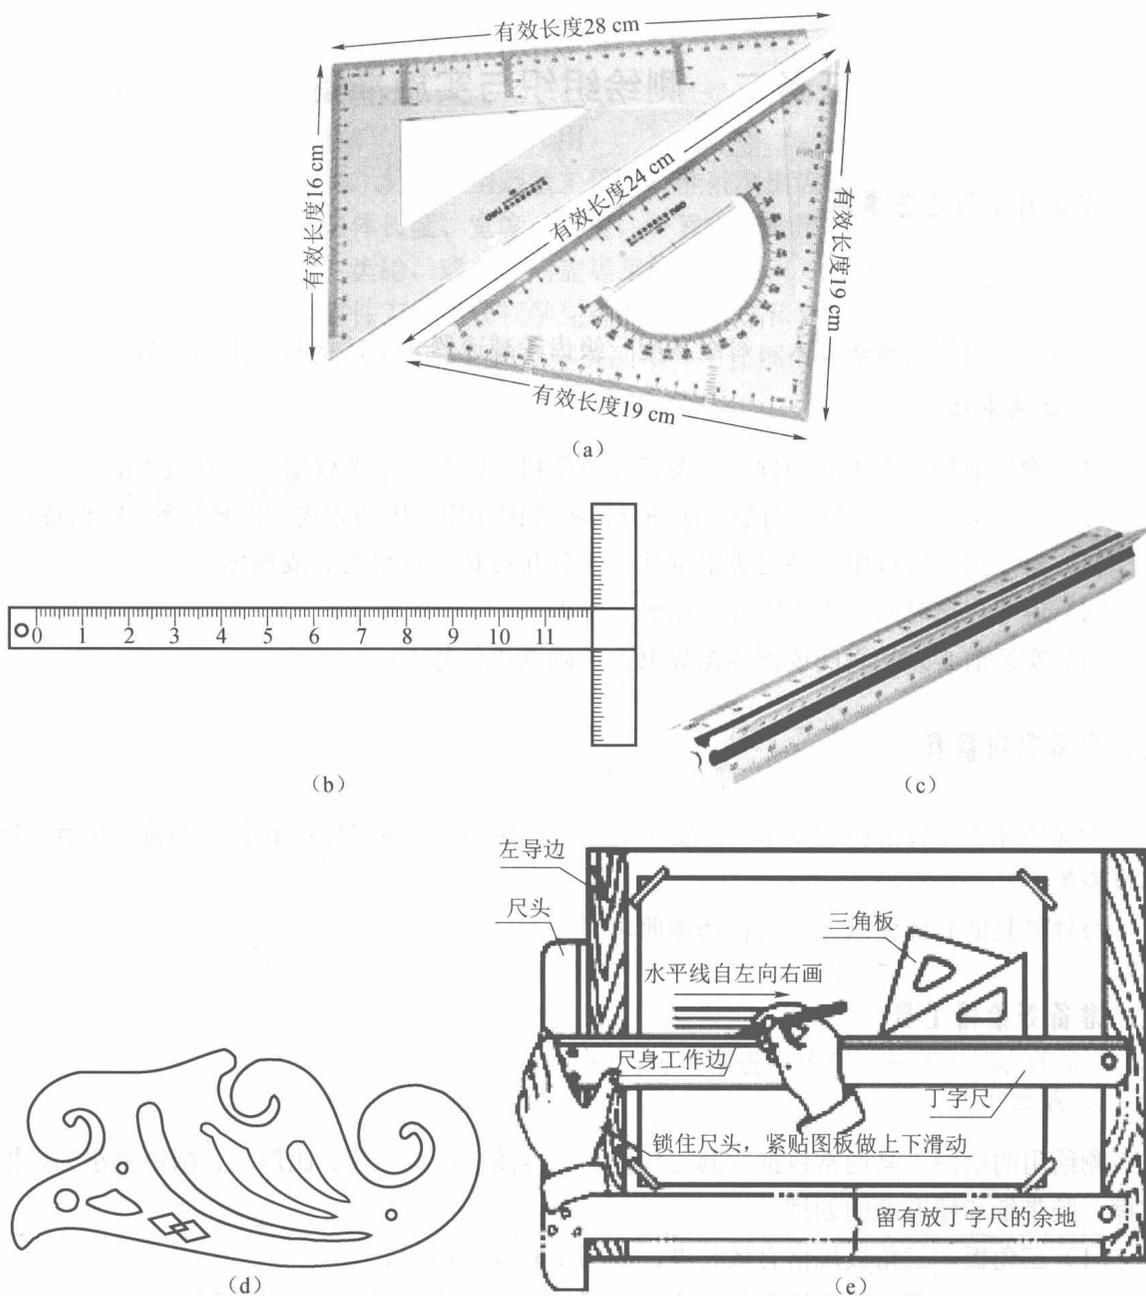

图 1-1 绘图工具及其应用
- (1) 三角板。三角板规格有效长度，如图 1-1 (a) 所示。
- (2) 丁字尺。丁字尺规格有效长度不小于 500mm，如图 1-1 (b) 所示。
- (3) 比例尺。比例尺规格有效长度不小于 300mm，如图 1-1 (c) 所示。
- (4) 曲线板。曲线板规格有效长度不小于 200mm，如图 1-1 (d) 所示。
- (5) 图板、丁字尺、三角板的配套使用如图 1-1 (e) 所示。